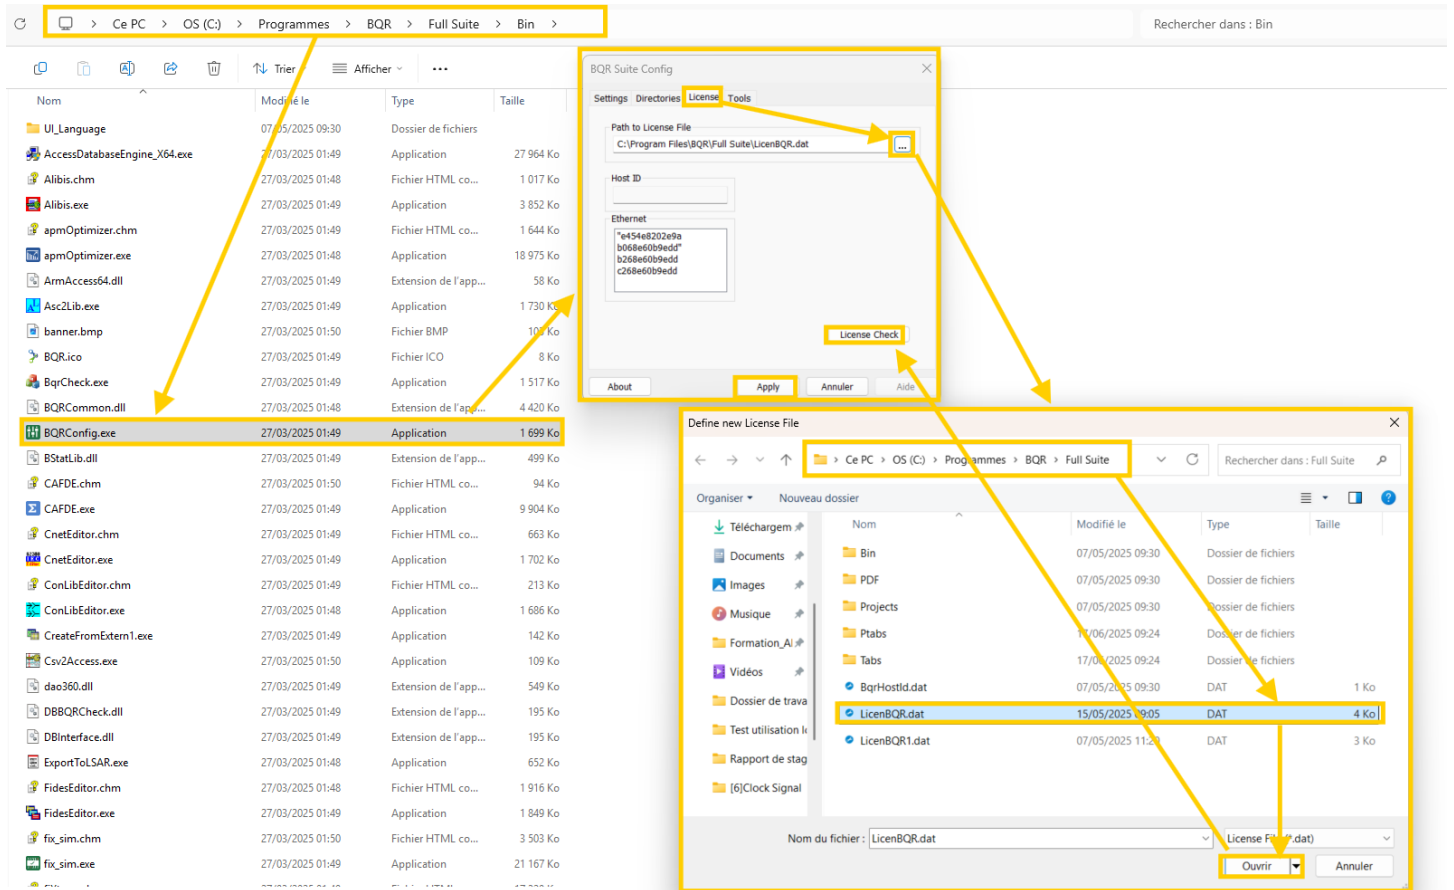

Figure 57. Démarches pour installer la licence (partie 1/2)
- ✓ Dans le dossier **Bin**, exécuter l'application **BQRConfig.exe** (Figure 57).
- ✓ Dans la nouvelle fenêtre **BQR Suite Config**, spécifier le chemin d'accès vers la licence **LicenBQR.dat**, dans l'onglet **Licence** (Figure 57).